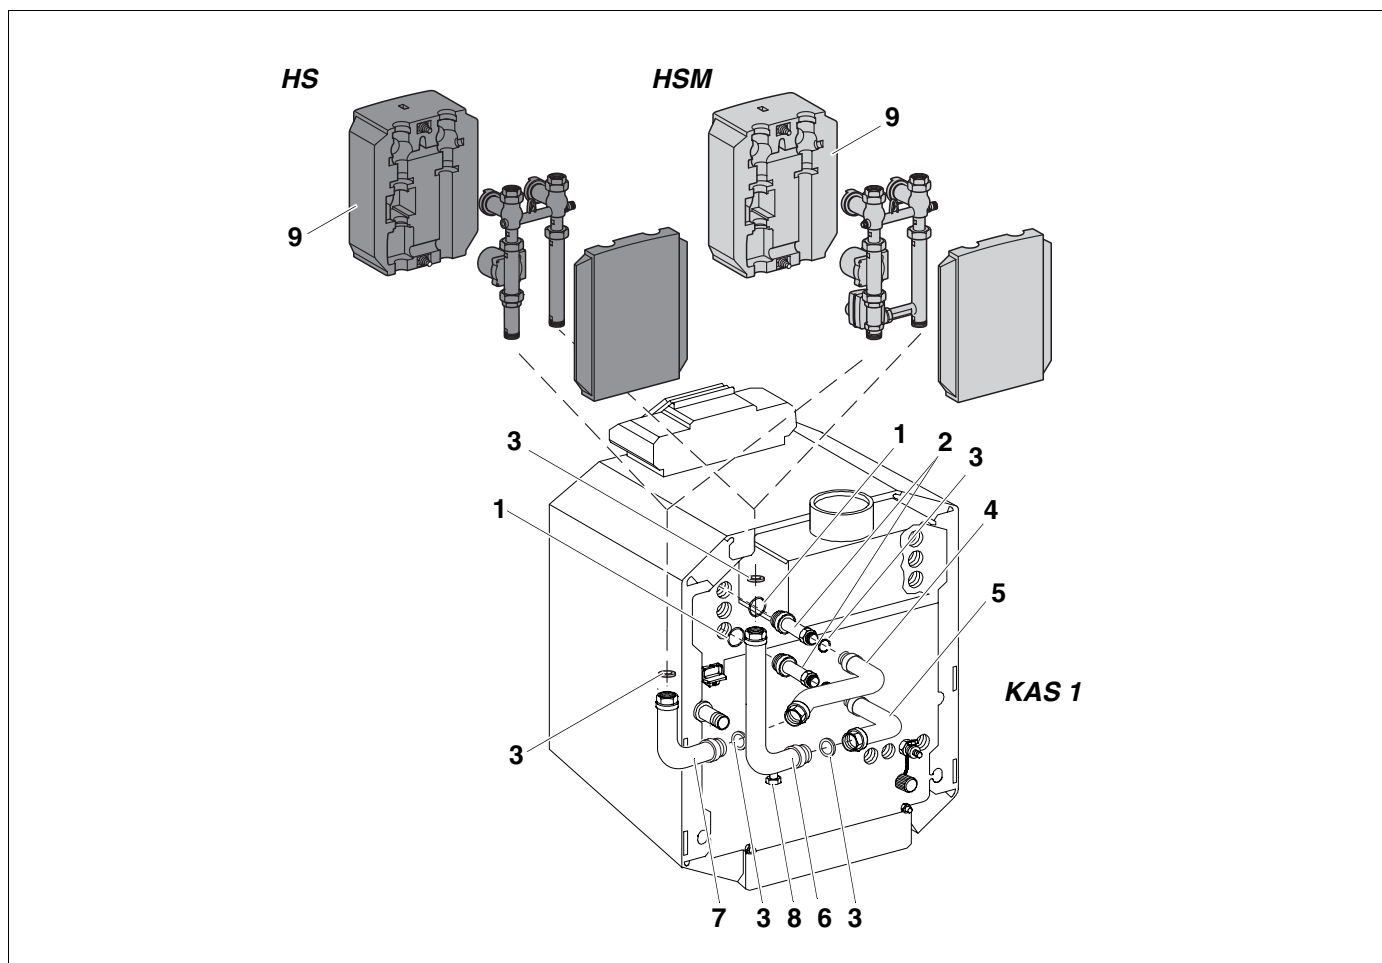

Fig. 5 Montaggio a destra KAS 1
Legenda per fig. 5
- Inserire le guarnizioni (3) nei filetti superiori dei segmenti verticali dei tubi.
- Montare il set circuito di riscaldamento con o senza miscelatore (HS o HSM) sui tubi come da fig. 5, avvitare a fondo le due parti e verificarne la tenuta.
- Infilare i gusci termoisolanti (9) da entrambi i lati sul rispettivo set circuito di riscaldamento e avvitare leggermente con le viti di plastica.